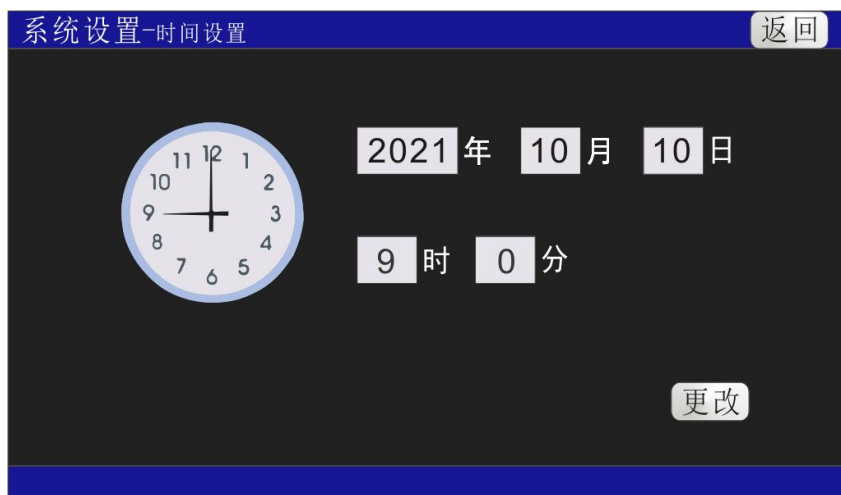

图 7
3. 时间设置：如图 7 所示，将时间设置好后，按更改键，显示时间将完成设置，